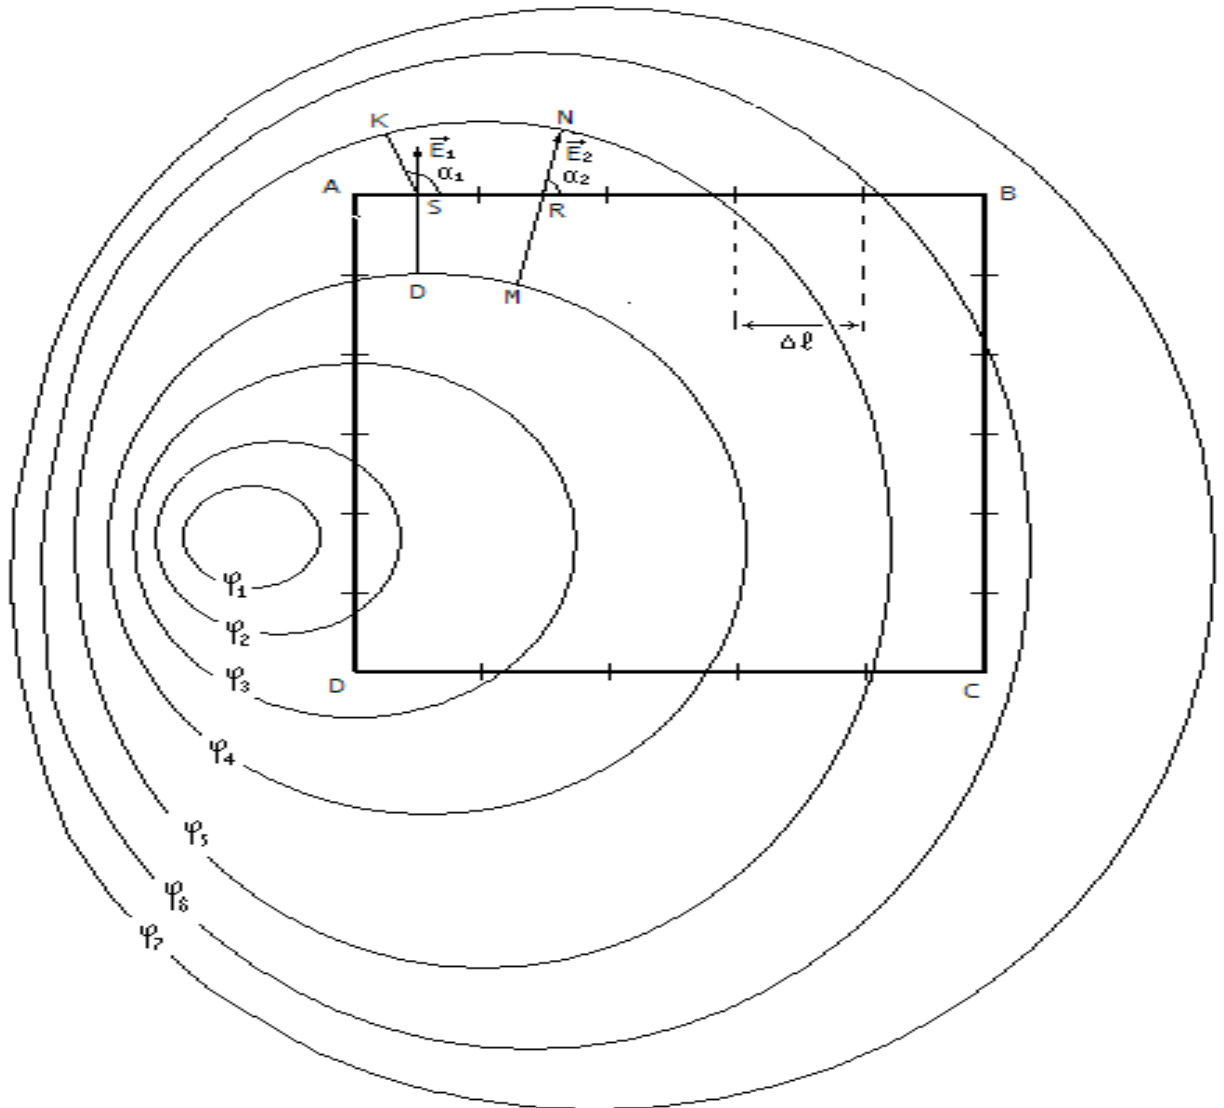

Рис. 6. Выбор замкнутого контура на модели электростатического поля
Оценка потенциальности электростатического поля на основе картины эквипотенциальных поверхностей. На картине эквипотенциальных поверхностей, выберем, произвольно, замкнутый контур – прямоугольник (Рис. 6) и будем проверять выполнение условия (10). Интегрирование предполагает суммирование $E_t d\ell$ по всему контуру. Результат будет тем точнее, чем меньше
Контур разобьем на n целых элементов $\Delta\ell$ и определим напряженность \mathbf{E} (Рис. 6) в центре каждого отрезка (S, R и т.д.). Силовая линия напряженности перпендикулярна эквипотенциальной линии и совпадает с направлением напряженности в точках S, R и т.д. С помощью транспортира можем определить угол α , между $\Delta\ell$ и \mathbf{E} . Зная, модуль \mathbf{E} и угол α (19) для всех элементов контура, проверяем условие (10).